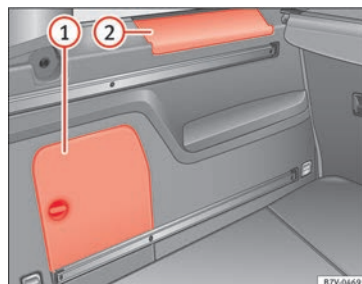

Bild 187 I bagageutrymmet: Sidofack
Det finns ytterligare förvaringsfack » **bild 187** ① och ② på sidan av bagageutrymmet. För att öppna förvaringsfacket ①,